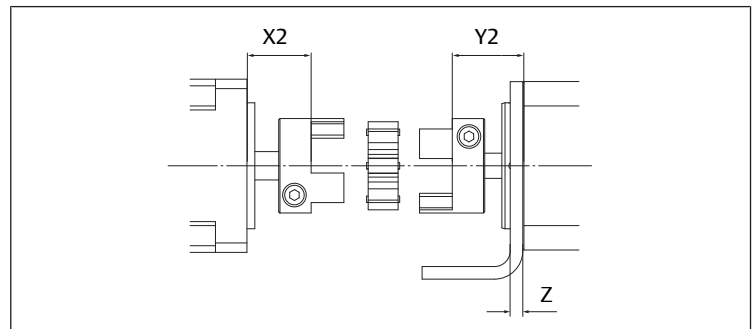

Bild 13: Positionsmått för koppling med fotfäste
- För koppling med fotfäste. Se → Bild 13 och → Tab. 5.
3. Dra åt skruvarna (12).